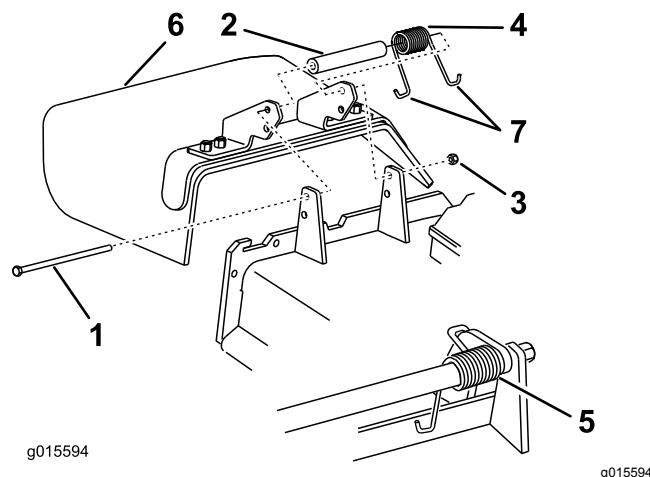

Figura 89
1. Togliete il dado di bloccaggio, il bullone, la molla e il distanziale che fissano il deflettore alle staffe orientabili del tosaerba (Figura 89).
2. Togliete il deflettore di sfalcio se è danneggiato o consumato (Figura 89).
Nota: Verificate che un'estremità a gancio J della molla si trovi dietro il bordo del piatto di taglio prima di montare il bullone, come illustrato nella Figura 89.
6. Infilate l'estremità a gancio J della molla attorno al deflettore dello sfalcio (Figura 89).